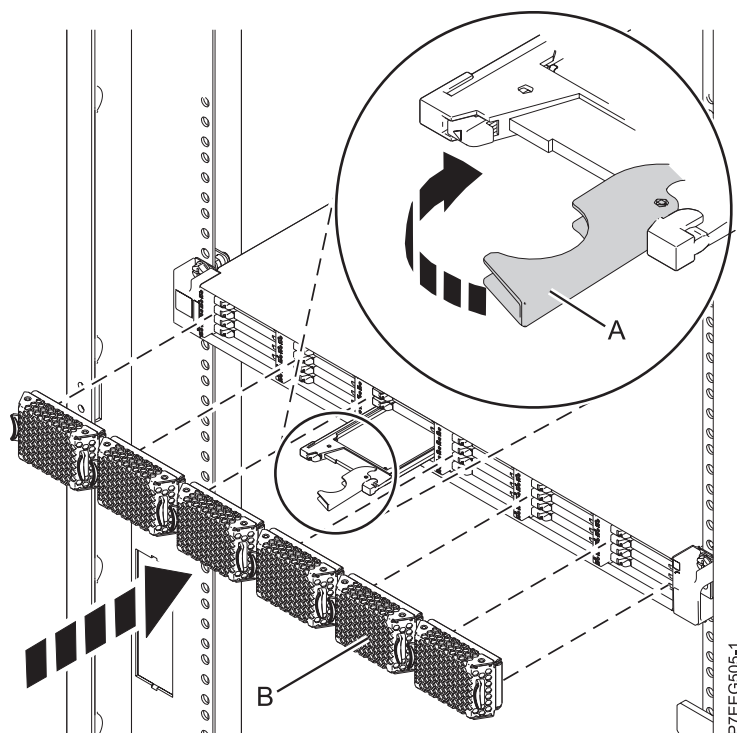

Figura 8. Instalación de una unidad de estado sólido en Alojamiento de almacenamiento 5888 PCIe
1. Con el asa en la posición de desbloqueo, alinee la unidad de estado sólido con los rieles de guía del alojamiento. Consulte Figura 8 en la página 19.